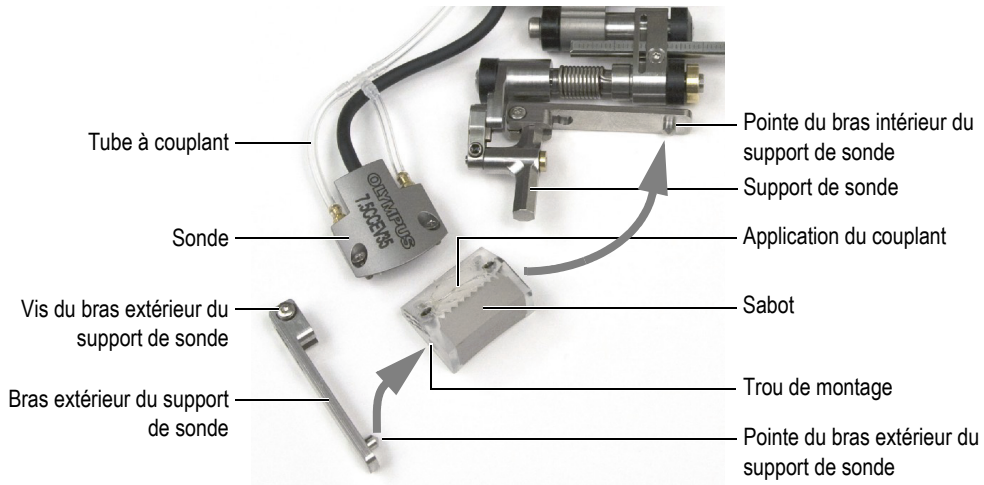

Figure 2-4 Installation de la sonde et du sabot sur le scanner
5. Insérez la pointe du bras intérieur du support de sonde dans le trou de montage de la sonde (voir la Figure 2-4 à la page 36).